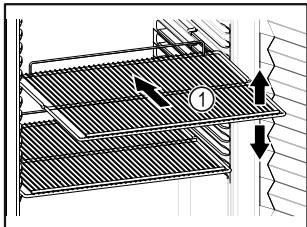

Fig. 57
- Ak sa dajú odkladacie rošty Fig. 57 (1) premiestniť, prispôsobte výšku.